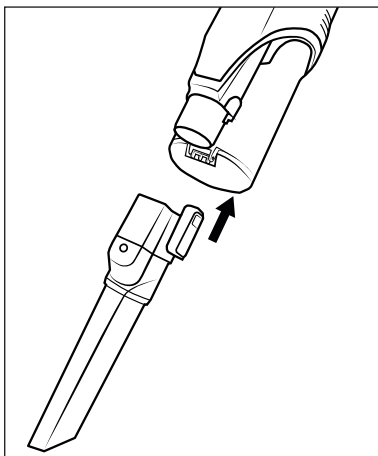

Fig. 14
- La bocchetta combinata 2 in 1 ①② può essere utilizzata come bocchetta larga oppure come spazzola. Tenere premuto il tasto di sblocco per spostare l'accessorio spazzola in avanti o indietro a seconda delle necessità. Utilizzare la bocchetta combinata 2 in 1 ①② per pulire ad es. cassetti o scomparti oppure, con l'accessorio spazzola morbido, tastiere e superfici delicate.
- ♦ Infilare gli accessori sul tubo di aspirazione **24** oppure sull'apertura di aspirazione dell'apparecchio fino a quando non si innestano in posizione con un clic (vedere fig. 14). Assicurarsi che siano posizionati e fissati correttamente.